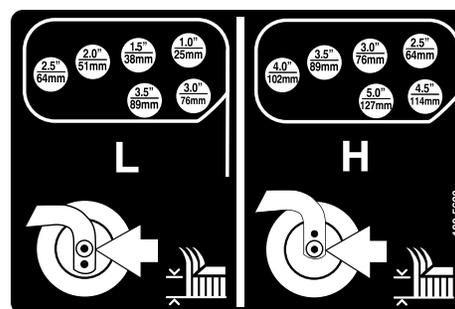

Figura 23
5. Girate il tenditore per alzare o abbassare il braccio di rotazione finché i fori non sono allineati con i fori della staffa dell'altezza di taglio selezionati, nel telaio dell'apparato di taglio (Figura 22 e Figura 23).